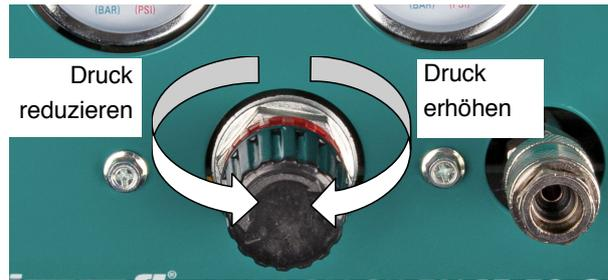

Abb. 6: Einstellen des Arbeitsdrucks
- Schritt 1: Prüfen Sie, ob der EIN-/AUS-Schalter auf 0 (OFF) steht (Abb. 6).
Der Arbeitsdruck wird mit dem Druckregler (Abb. 6) eingestellt und am Manometer abgelesen. Die Entnahme erfolgt über die Kupplung.